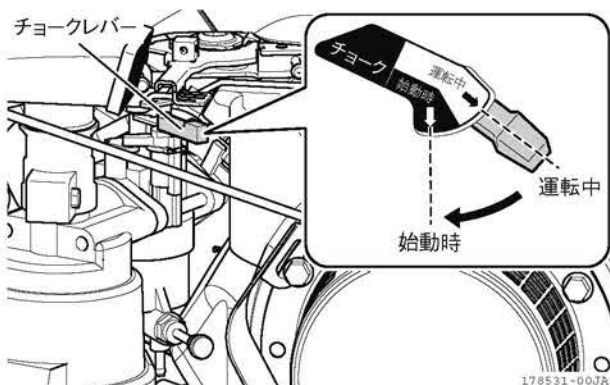

図 2-32 チョークレバー
6. チョークレバーを「始動時」位置にします。(エンジンが冷えている場合のみ) (図 2-32)